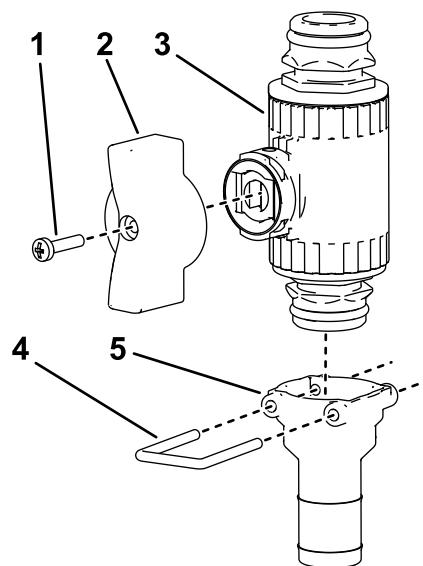

图 31
12. 使用卡环将直通接头组装至另一直通控制阀如 图 31 所示。